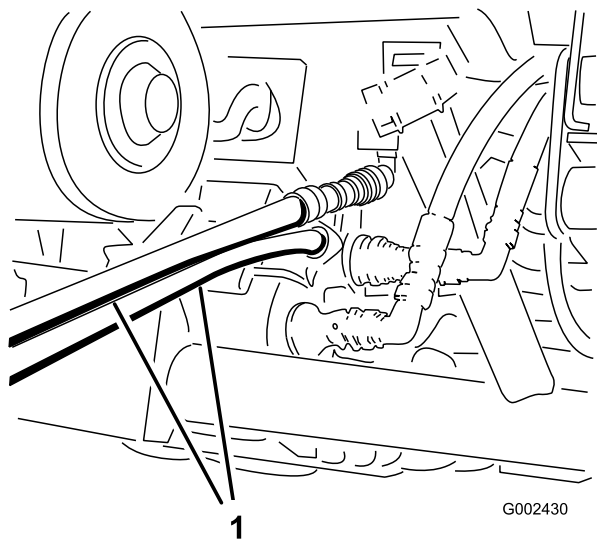

図 86
- 救援側のワークマンのカップラブラケットのにまだついているカップラに、図 86のように救援用ホースを接続する上のホースは上のカップラに、下のホースは下のカップラに接続する。